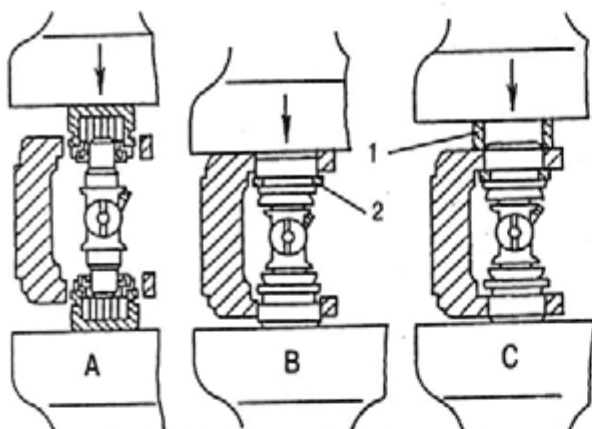

Рис. 210. Сборка карданного шарнира:
- вставить подшипники в отверстия вилок, частично надев их на шипы и вращая крестовину в разные стороны, чтобы не допустить их перекоса (рис. 210А);
- покачивая крестовину, плавно сжимать подшипники до упора (рис. 210А);
- поставить кольцо-оправку на внешний торец ушка с застопоренным подшипником (рис. 210С) и допрессовать крестовину с подшипниками до упора стопорного кольца в подшипник и вилку, затем вставить второе стопорное кольцо;